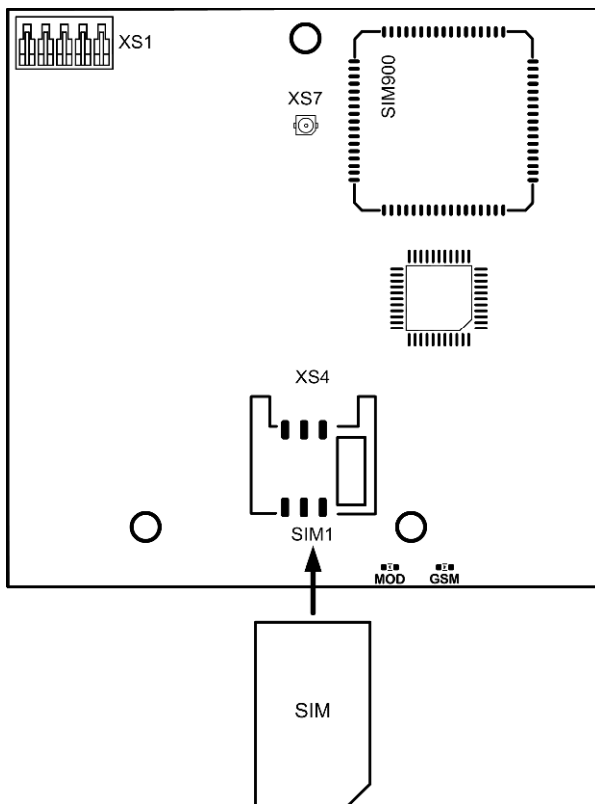

Рис.5 Внешний вид коммутатора и схема установки SIM-карты
- универсальный коммуникатор (рис.5);
3.2 На **плате коммутатора** (рис.5) расположен разъем XS1 для подключения к плате контроллера, разъем XS7 для подключения антенны 2J310M-250RG174-C04N (через переходник), светодиоды «GSM» и «MOD» для индикации режимов работы и разъем XS4 (Sim1) для подключения SIM-карты.
SIM-карту следует подключать при **выключенном питании** прибора (**сеть** и **АБ**), контактами к коммуникатору, срезом как показано на рис. 5.
На плате коммуникатора имеются два светодиодных индикатора MOD и GSM (рис.5):